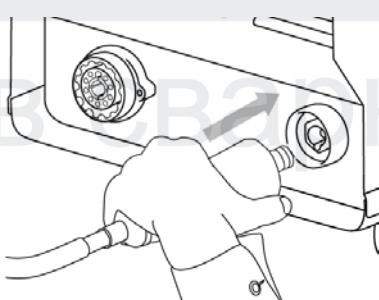

Рис. 8.2. Подключение силового кабеля.
2. Вставьте силовой наконечник кабеля в клеммы заземления в панельную розетку на передней панели аппарата. Поверните его до упора по часовой стрелке. Убедитесь в плотной фиксации соединения. Закрепите клемму заземления на заготовке (См. рис. 8.2).